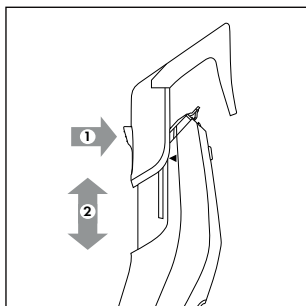
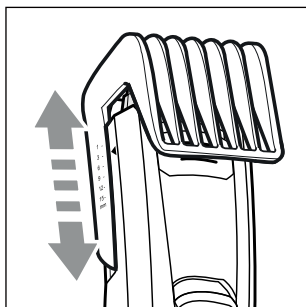

Fig. 3
Fig. 4
- ◆ Appuyez sur le bouton à l'arrière du sabot **10/11**, et faites glisser le sabot **10/11** vers le haut ou vers le bas (voir fig. 3). Vous pouvez ainsi régler la longueur de coupe souhaitée (voir également le chapitre **Coupe des cheveux**).
- 3) Réglez la longueur de coupe sur le sabot 10/11 en fonction de la longueur de cheveux souhaitée. Appuyez pour cela sur le bouton à l'arrière du sabot 10/11 et faites glisser le sabot 10/11 vers le haut ou vers le bas (voir fig. 3). Vous pouvez lire les longueurs de coupe sur le côté sur les repères du sabot 10/11 (voir fig. 4). Commencez d'abord par une longueur de coupe plus importante et réglez progressivement des longueurs de coupe moins importantes au fil de la coupe.
- ◆ Réglez la longueur de coupe sur le sabot **10/11** en fonction de la longueur de cheveux souhaitée. Appuyez pour cela sur le bouton à l'arrière du sabot **10/11** et faites glisser le sabot **10/11** vers le haut ou vers le bas (voir fig. 3). Vous pouvez lire les longueurs de coupe sur le côté sur les repères du sabot **10/11** (voir fig. 4). Ensuite, raccourcissez votre barbe progressivement.